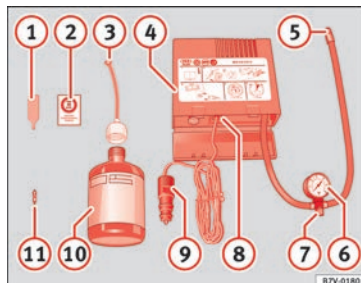

Fig. 95 Représentation standard : contenu du kit antirevaision.
Le kit antirevaision se trouve dans le coffre à bagages, sous le revêtement de plancher. Il inclut les composants suivants »» **fig. 95** :
Revissez le tuyau de gonflage » fig. 95 ⑤ et vérifiez la pression du manomètre ⑥.